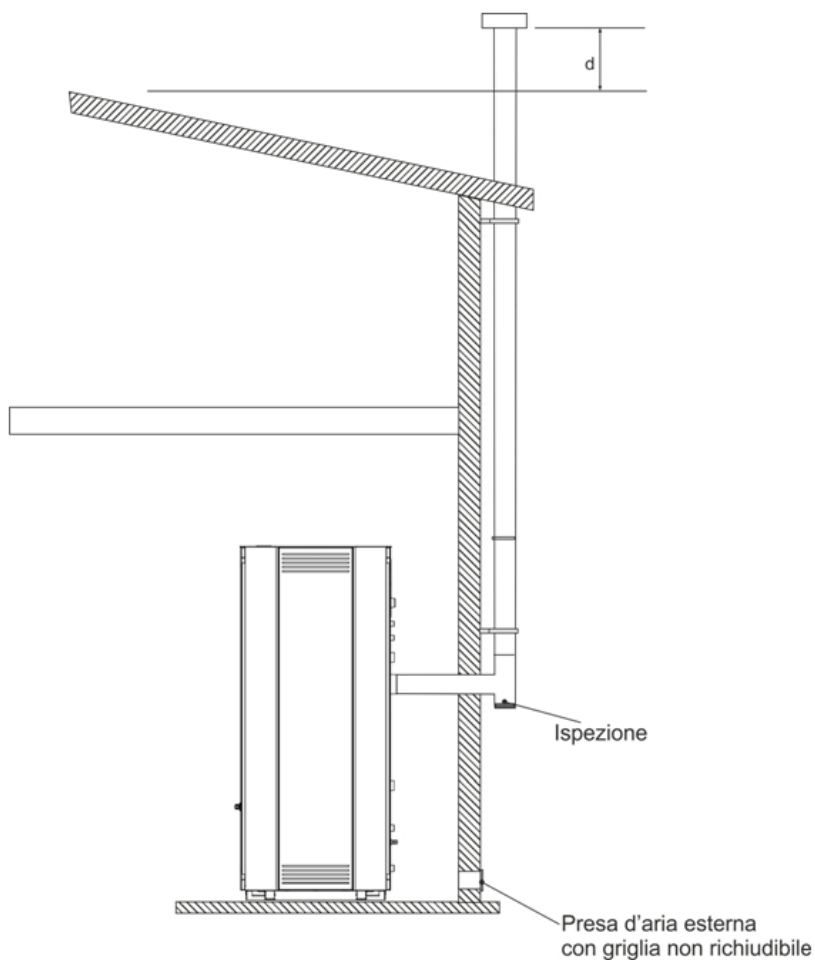

Fig. 13
- Per i condotti devono essere utilizzati solo tubi isolati (doppia parete) in acciaio inox fissati all'edificio (fig. 13).
- Nel caso in cui si voglia utilizzare un condotto fumi esterno si deve adottare la soluzione rappresentata nella *fig. 13*